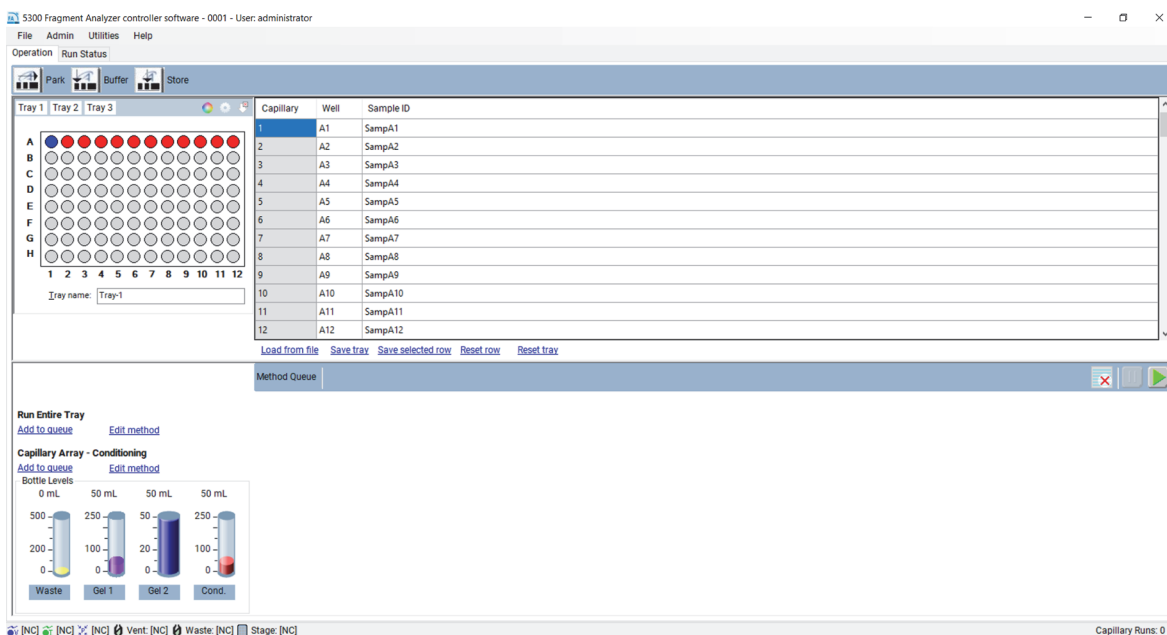

图 86 手动添加样品名称
- 3 选择保存托盘 (Save tray) 或保存所选行 (Save selected row)，将文件另存为 .txt 或 .csv (图 86)